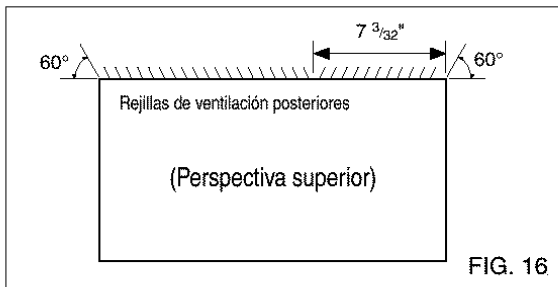

FIG. 16
- 1 Redireccione las rejillas de ventilación en la parte posterior del soporte de pared a un ángulo de 60° según muestra la FIG. 16. Recomendamos el uso de alicates.